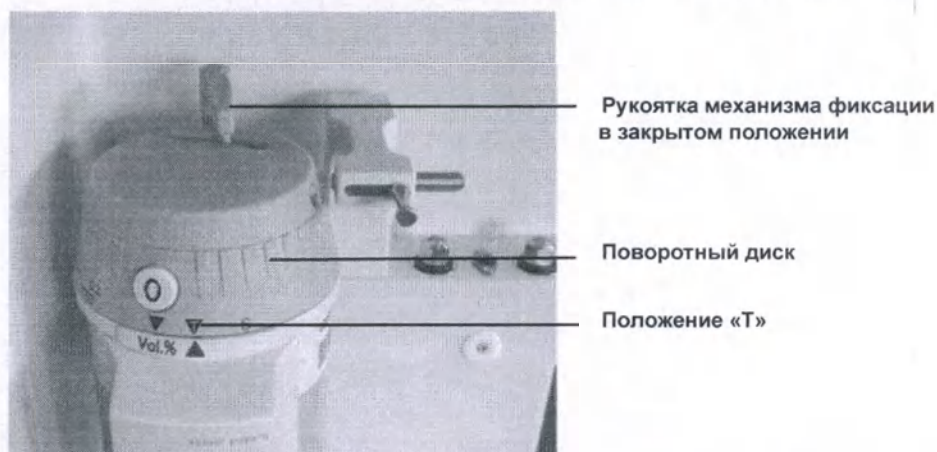

РИСУНОК 2-5 Испаритель заблокирован
3. Поверните рукоятку механизма фиксации по часовой стрелке в закрытое положение, как показано на РИС. 2-5.